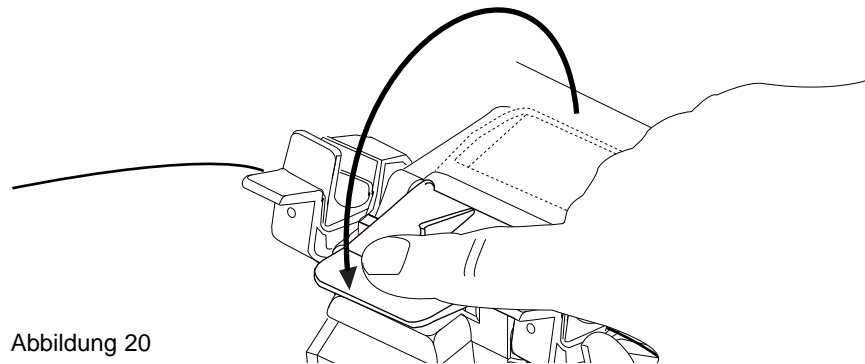

Abbildung 20
- d) Versiegeln Sie den Splice-Pak-Spleißschutz, indem Sie den Andruckarm der Splice-Pak-Vorrichtung nach unten schwenken (siehe Abb. 20).